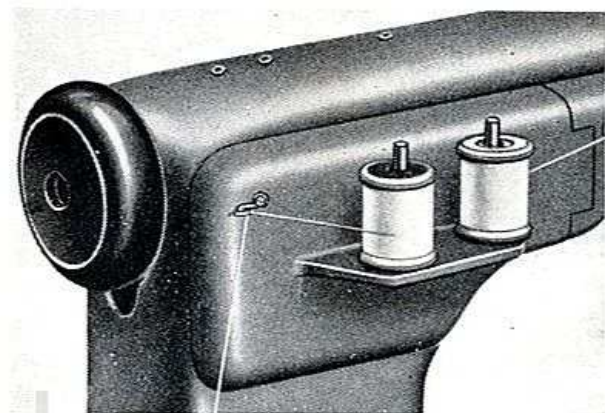

Abb. 39.
3. Die Klappe auf der Rückseite der Maschine (Abb. 39) öffnen. Dadurch wird der Musterschablonensatz, der die Bewegung der Nadelstange steuert und so die verschiedenen Ziernähte hervorbringt, zugänglich.